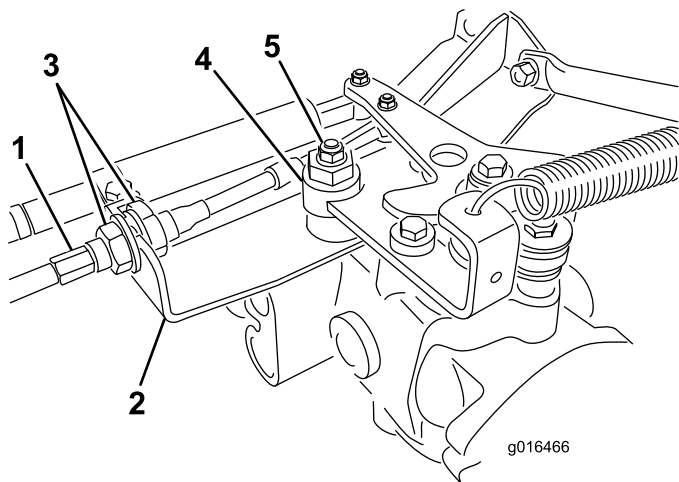

Figura 42
- A. Liberte as porcas que fixam o cabo de tracção ao anteparo do hidróstato (Figura 42). Certifique-se de que as porcas se encontram soltas de forma idêntica, de modo a permitir a operação de ajuste.
- B. Liberte a porca que fixa o disco excêntrico ao cimo do hidróstato (Figura 42).
- D. Rode o disco excêntrico até eliminar a deslocação em qualquer um dos sentidos. Quando a roda deixar de rodar, aperte a porca, bloqueando deste modo o disco excêntrico e fixando a posição de ajuste (Figura 42). Verifique se o ajuste é o
- E. Aperte **uniformemente** as porcas que se encontram em cada um dos lados do anteparo, fixando deste modo o cabo de tracção ao anteparo (Figura 42). Não rode o cabo.